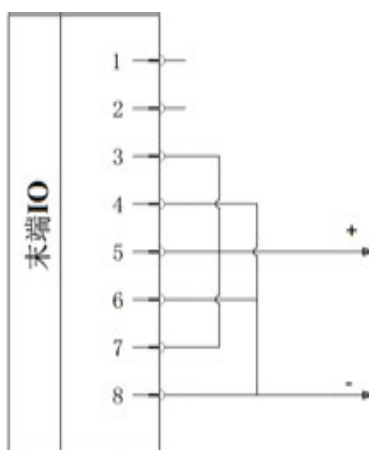

図 6-28 3ピン電源モード
2. 結線方法：図 6-28 に示すように、電源線(5 グレー)と TI1/T01/PWR1 線(7 青)と TI3/T03/PWR2 線(3 緑)を接続する、アース(8 赤)と TI0/T00/GND1 線(6 ピンク)と TI2/T02/GND2 線(4 黄色)を接続する。